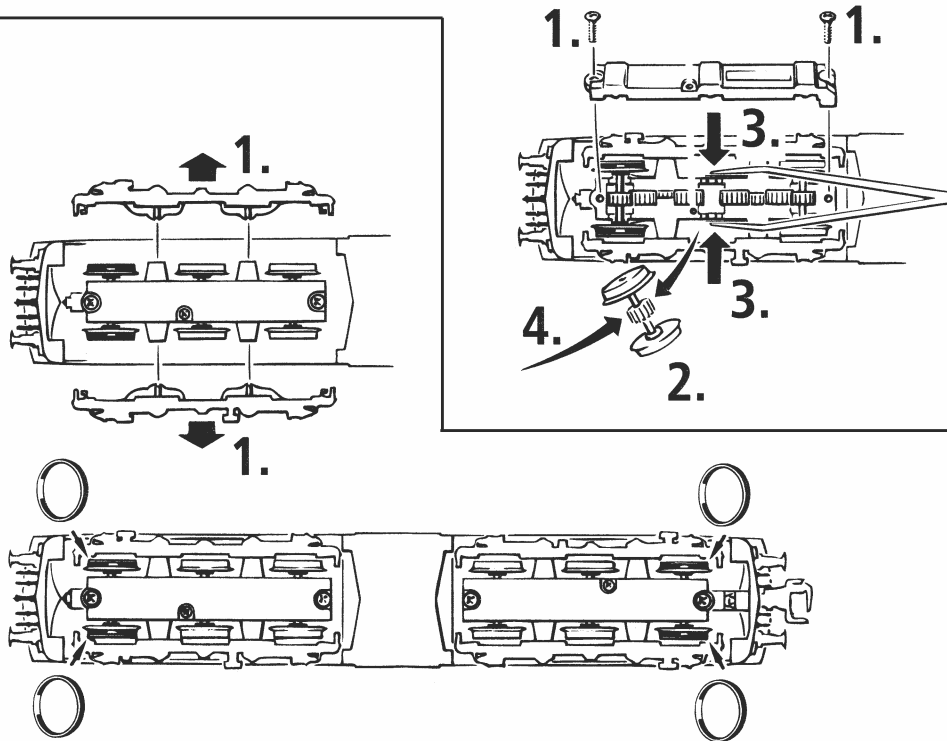
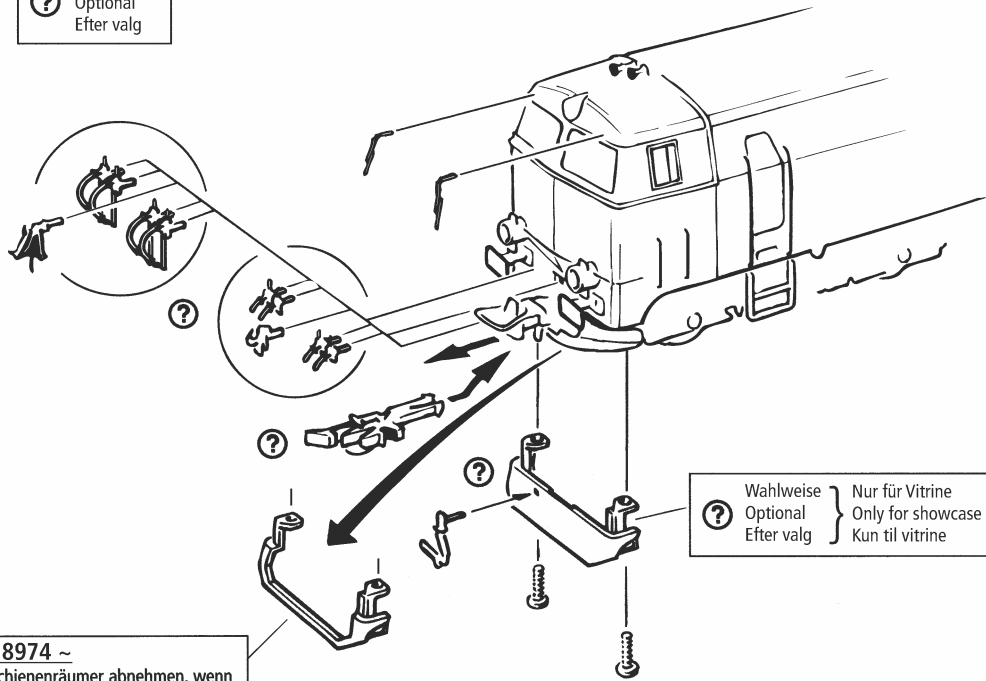
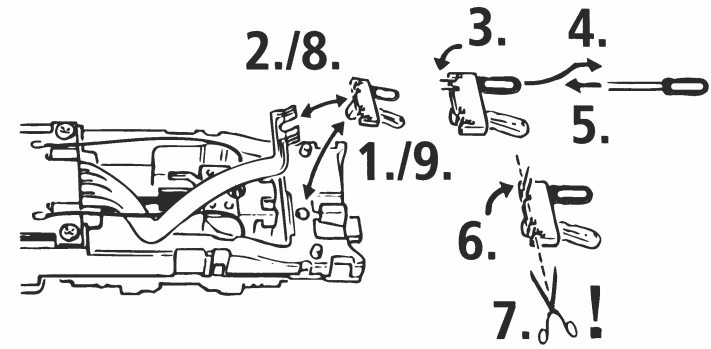
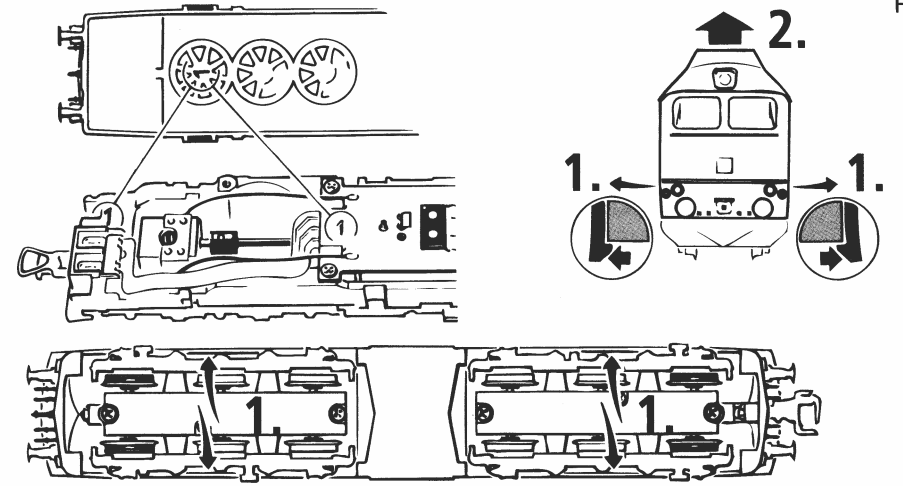

Fig. 9
Fig. 3
Fig. 4
Fig. 5
**Mehrzugbetrieb:** Zuerst das Lokgehäuse abnehmen (Fig. 4). Brückenstecker aus der Schnittstelle entfernen (sorgsam aufbewahren). Zuletzt den Stecker des Steuerbausteines lagerichtig einsetzen (Fig. 6).
**2. Schmierung:** Versehen Sie die im Schmierplan in Fig. 5 gekennzeichneten Stellen mit nur **kleinen Öltropfen**. Dazu zuerst das Lokgehäuse abnehmen (Fig. 4). Wir empfehlen den **ROCO-Öler** Art. Nr. **10906**. Zur Schmierung der Getriebeteile (Zahnräder, Schnecke) empfehlen wir das **ROCO-Spezialfett 10905**. Im Falle der Schmierung diese Teile bitte nicht ölen.
**3. Lämpchenwechsel:** Bitte nehmen Sie zuerst das Lokgehäuse ab (Fig. 4). Danach können Sie die **Lämpchen** wechseln (Fig. 3).
**4. Kohlebürstenwechsel:** Lokgehäuse abnehmen (Fig. 4). Danach wird der **Motor ausgebaut** und die **Kohlebürsten ausgewechselt** (Fig. 9).
**Flertogsdrift:** Tag først vognkassen af lokomotivet (fig. 4). Fjern jumperen fra interfacet (opbevar den på et sikkert sted). Sæt til sidst styrekomponentens stiki på det rigtige sted (fig. 6).
**2. Smøring:** Forsyn kun stederne, der er markeret i smøredagrammet (i fig. 5), med små oliedråber. Tag hertil først vognkassen af (fig. 4). Vi anbefaler at anvende en ROCO-smører art.nr. 10906. Smør ikke disse dele ved en smøring.
**3. Lampeskift:** Tag først vognkassen af (fig. 4). Derefter kan lamperne udskiftes (fig. 3).
**4. Skift af kulbørster:** Tag vognkassen af (fig. 4). Afmonter derefter motoren og udskift kulbørsterne (fig. 9).
**Attention!** Use glue only if indicated (fig. 3).
**Running in digital mode:** First remove loco body (fig. 4). Then remove the jumper from the interface. Finally put the plug of the chip into the interface as shown in fig. 6.
**2. Lubrication:** Apply **tiny oil drops** to spots marked in fig. 5. Prior to lubrication dismantle locomotive (fig. 4). We recommend using item no. **10906, Roco oiler**. For lubrication the gear-parts (e.g. cog-wheels, worm) we would recommend our Roco **special grease** (item No. **10905**).
**3. Change of lights:** First remove loco body (fig. 4) and then change **lights**. (fig. 3).
**4. Carbon Brush Changing:** First **remove** loco body (fig. 4), and then the **motor** (fig. 9).